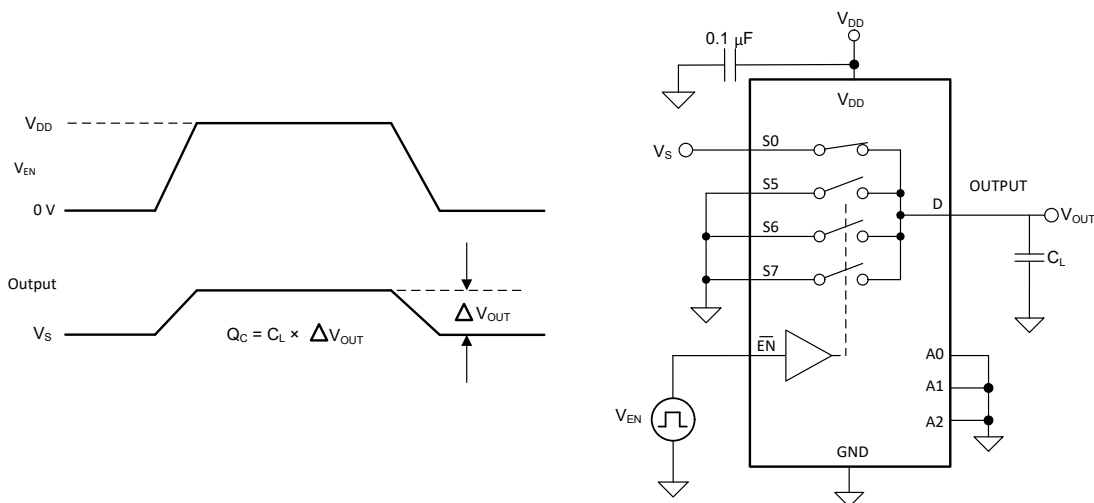

图 7-8. 电荷注入测量设置
NMOS 和 PMOS 晶体管之间电容的任何不匹配都会导致在栅极信号的下降沿或上升沿期间向漏极或源极注入电荷。注入器件源极或漏极的电荷量称为电荷注入, 用符号 Q_C 表示。图 7-8 显示了用于测量从源极 (S_x) 到漏极 (D) 的电荷注入的设置。